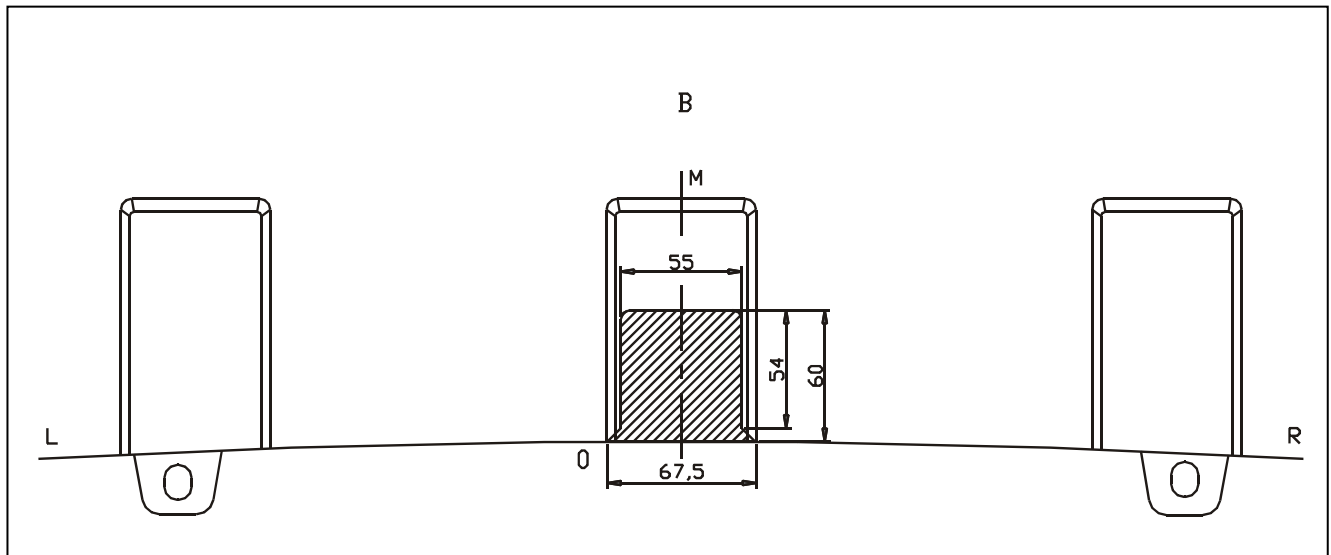

Fig. 1
- 2) Positioneer de monteerstukken (5) met de punten (F) tegen de onderzijde en met de punten (B) en (C) tegen de binnenzijde van de chassisbalk op de van schroefdraad voorziene boringen, breng enkel bij de punten (F) de bouten in en schroef deze handvast. Plaats de monteerplaten (1) en (2) met de punten (A), (B) en (C) tegen de binnenzijde van de chassisbalk op de voorziene boringen. Breng enkel de bouten en rondsels aan bij de punten (A) en (B), schroef deze handvast.
- 3) Plaats de trekhaak met de punten (C), (D) en (E) tussen de monteerplaten en breng de bouten in, schroef alles degelijk vast (zie aanhaalmomenten).
- 4) Monteer de bumperhouders (3) en (4) met de punten (G) tegen de achterplaat van het koetswerk op de boring waar de stootbalk was bevestigd (zie foto 1).
- 6) Maak in de onderzijde van de bumper een insnijding volgens fig.1. Monteer de bumper terug op het voertuig. Maak de bumper onderaan vast aan de punten (H) en (I) van de trekhaak.
- 6) Faire une découpe du côté inférieur du pare-chocs selon fig. 1. Remonter le pare-chocs sur le véhicule.
- 3) Place the tow bar with points (C), (D) and (E) between the mounting plates and insert the bolts, screw everything firmly (see tension).
- 4) Assemble the bumper holders (3) and (4) with points (G) against the rear plate of the coach-work on the drilling where the buffer beam was fixed (see photo 1).
- 6) Make an incision in the underside of the bumper according to fig. 1. Re-assemble the bumper on the vehicle. Fasten the bumper at the bottom on points (H) and (I) of the tow bar.